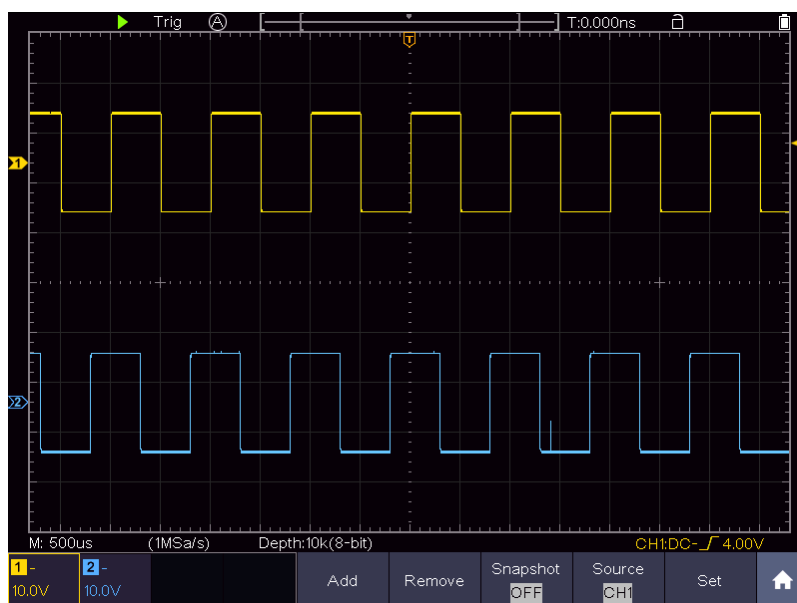

Рисунок 8-59. Осциллограммы при измерении усиления
- (1) Нажмите **Autoset**: осциллограф автоматически настроит удобное отображение осциллограмм обоих каналов.
- (2) Нажмите , затем **Measure** на панели меню для открытия меню измерений.
- (3) Выберите **Add** внизу.
- (4) В левом меню Type выберите **PK-PK**.
- (5) Справа задайте **Source = CH1**.
- (6) Справа выберите **Add** для добавления измерения размаха CH1.
- (7) В левом меню Type выберите **PK-PK**.
- (8) В пункте **Source** правого меню выберите **CH2**.
- (9) Справа выберите **Add** для добавления измерения размаха CH2.
- (10) Считайте размах напряжения каналов 1 и 2 слева внизу экрана (см. рисунок 8-59).
- (11) Рассчитайте коэффициент усиления по следующим формулам.